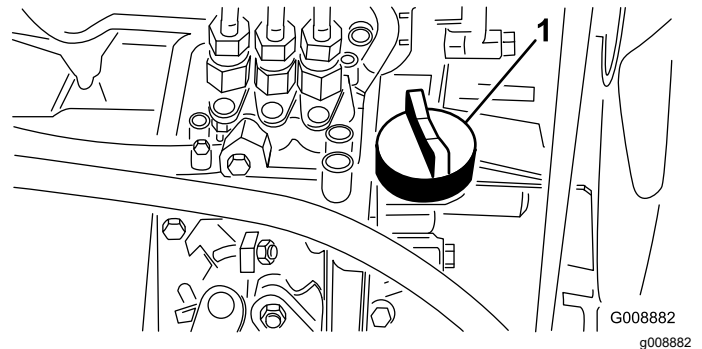

Figura 26
4. Si el nivel de aceite es bajo, retire el tapón de llenado (Figura 26) y añada poco a poco pequeñas cantidades de aceite, comprobando el nivel frecuentemente, hasta que el nivel llegue a la marca de lleno de la varilla.